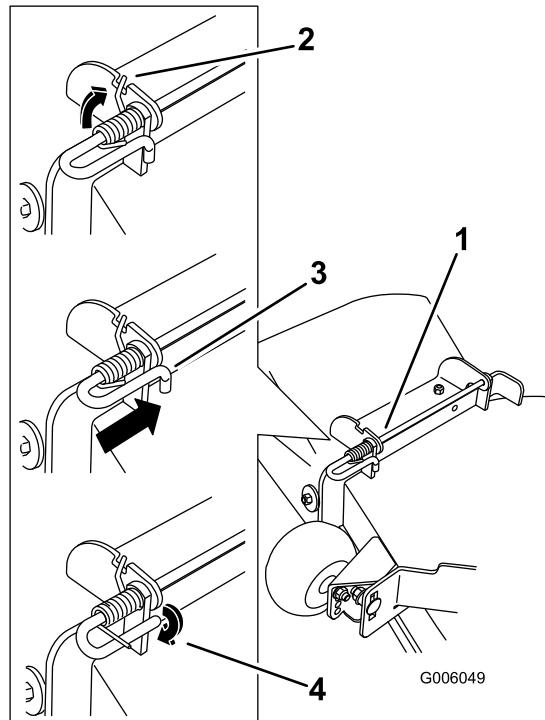

Figura 70
4. Levante el extremo largo del muelle y colóquelo en la muesca del soporte de montaje del deflecto (Figura 70).
5. Fije el conjunto de varilla y muelle torciéndolo de manera que el extremo corto de la varilla pueda colocarse detrás del soporte delantero que está soldado a la plataforma (Figura 70).